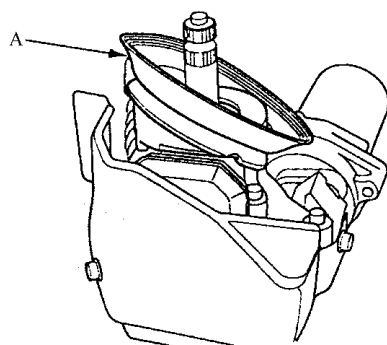

图 7-28 拆卸小齿轮锁环
18) 如图 7-28 所示, 从扭矩传感器顶端拆卸小齿轮锁环 A。